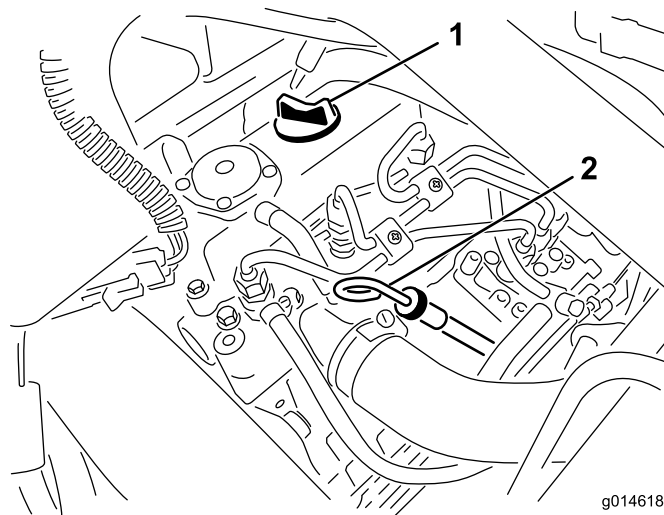

Figura 28
2. Togliete l'asta di livello ed asciugatela con un panno pulito (Figura 28). Inserite l'asta di livello nel tubo, assicurandovi che sia inserita fino in fondo. Estraete l'asta di livello dal tubo e controllate il livello dell'olio. Se il livello dell'olio è basso, togliete il tappo di riempimento dal coperchio della valvola e versate **lentamente** una quantità di olio sufficiente ad alzarne il livello fino al segno di pieno (Full) sull'asta. Rabboccate lentamente l'olio e controllate spesso il livello durante questa operazione. **Non riempite troppo.**